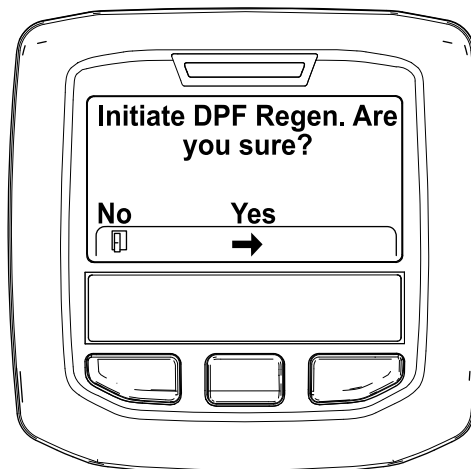

Figure 51
4. Quand le message « Initiate DPF Regen. Are you sure? » (lancer régénération FAP. Êtes-vous sûr(e) ?) s'affiche, appuyez sur le bouton central (Figure 51).